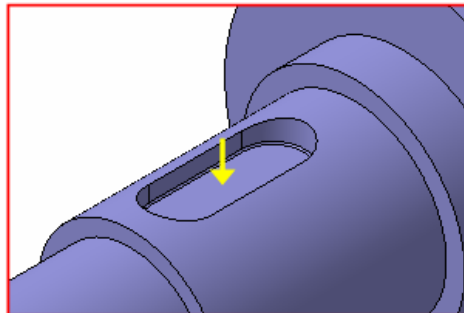

Рис. 2.
2. Скруглите дно паза радиусом **0,25 мм**, для чего укажите саму грань (рис. 2) - система автоматически определит все принадлежащие ей ребра.